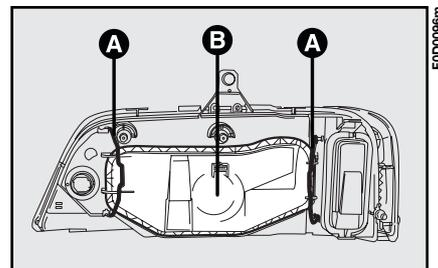

fig. 12
- 3) suelte los muelles **A**-fig. 12 y saque la tapa **B**;
7) vuelva a enganchar los ganchos de fijación, enchufe el conector, monte la tapa **B**-fig. 12 y fijela con los ganchos correspondientes.